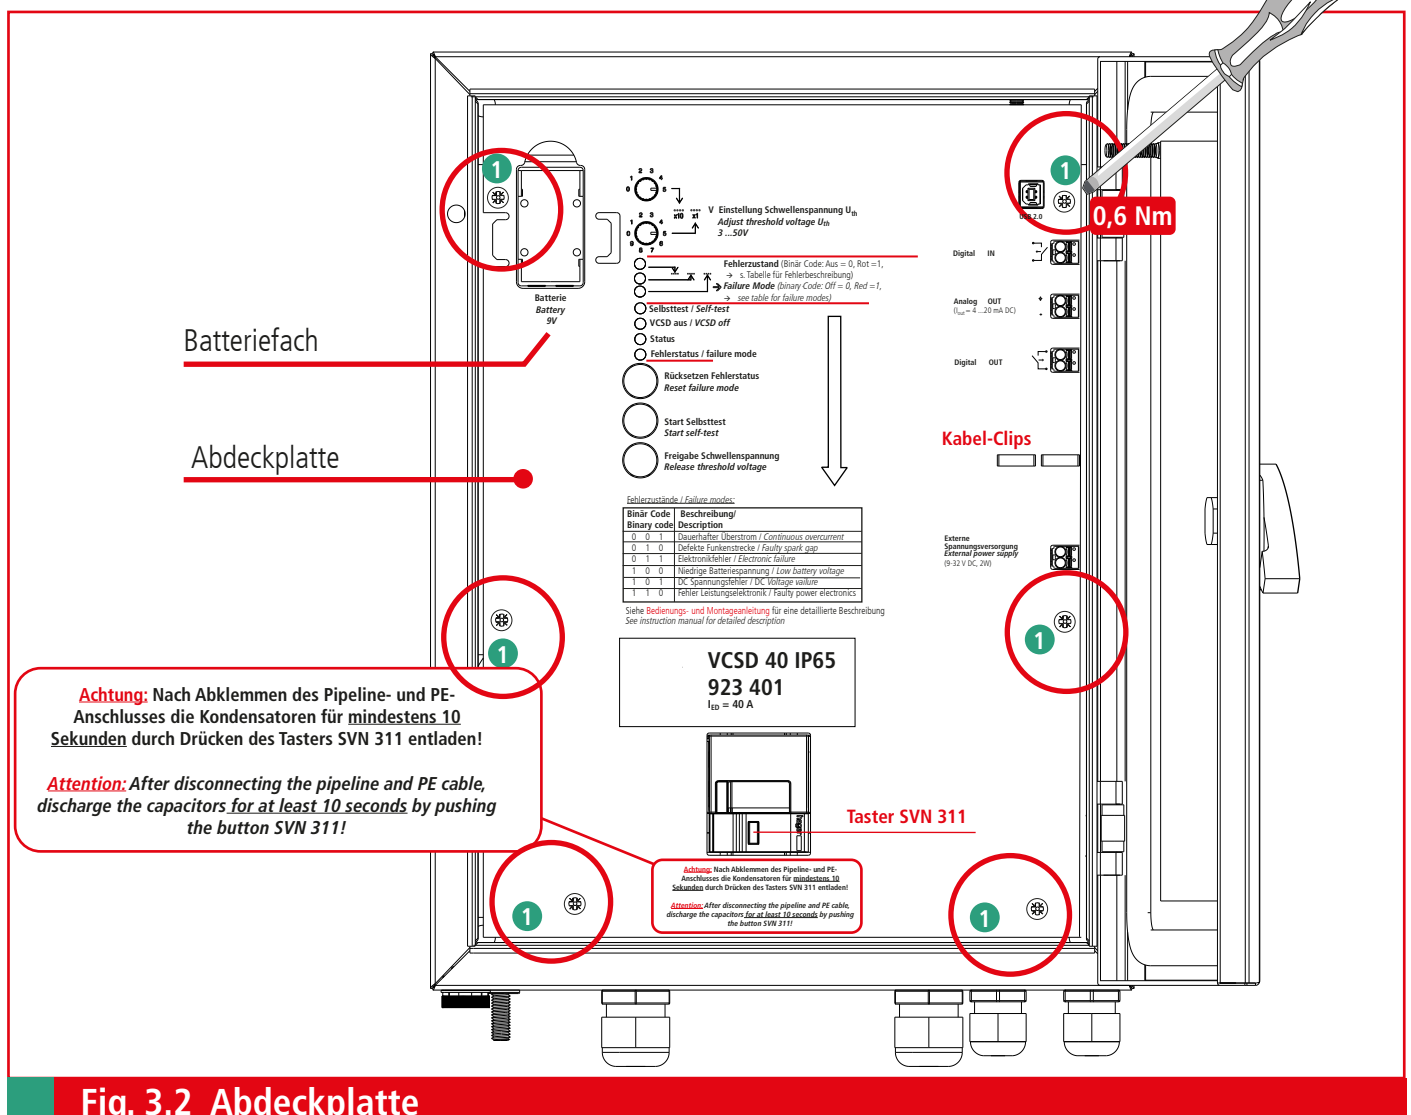

Fig. 3.2 Abdeckplatte
Für die weiteren Montage- und Anschlussarbeiten muss die Abdeckplatte abgenommen und die Batterie aus dem Gehäuse entnommen werden (siehe Fig. 3.2)
- ➔ Vor dem Herausnehmen müssen die sechs Befestigungsschrauben **1** aufgeschraubt und entnommen werden (siehe Fig. 3.2).
Zum Entladen der Kondensatoren muss der Taster SVN 311 **mindestens 10 Sekunden** gedrückt werden (siehe Fig. 3.2).
Die Signalleitungen können direkt auf der Abdeckplatte mittels der Kabel-Clips befestigt werden (siehe Fig. 3.2, Seite 8).